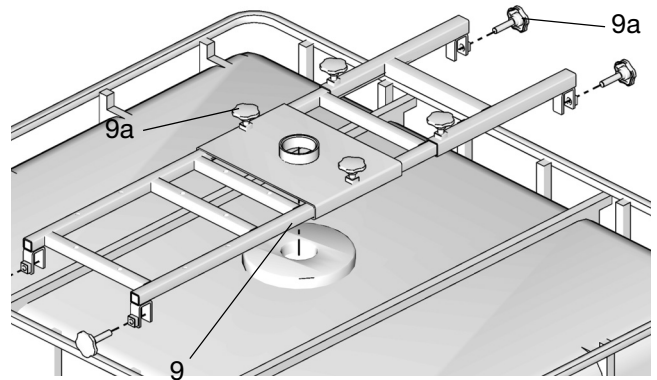

FIG. 8
1. Installare la staffa superiore IBC (9) sul serbatoio IBC (Fig. 8).
2. Far scivolare la staffa superiore (9) fino al centro del serbatoio IBC allineando il foro al centro della staffa con quello della parte superiore del serbatoio. Fissare la staffa (9) in posizione stringendo saldamente le 6 manopole (9a) (Fig. 8 e 9).